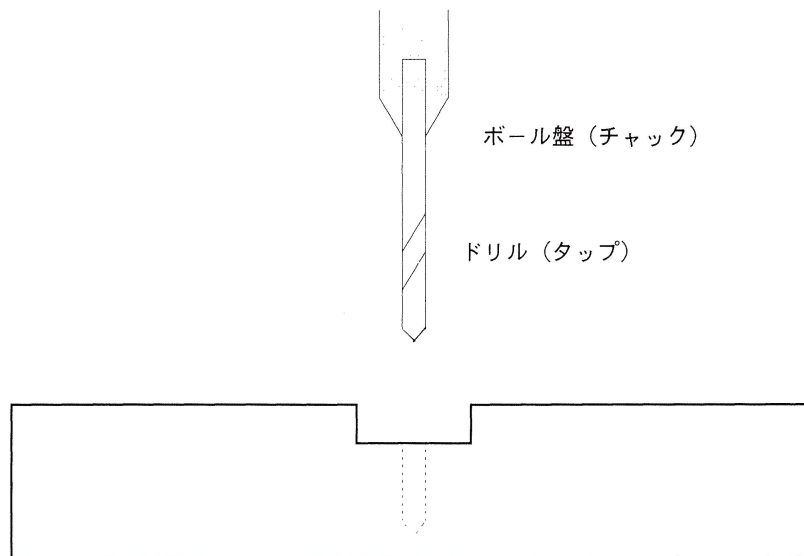

図 9. 文鎮台の本体
(2) 加工物を把手部側（ロ）に固定し切削加工する.
ボール盤作業：(1) 穴あけ（ネジ）位置にポンチで位置ぎめをする（穴の位置ずれ防止）.（図 9 参照）
(2) 小型万力に正しく固定し、めネジを考慮（下穴）したドリルを用いて、定めた深さまであける（ボール盤のストッパー装置を利用する）.
(3) 図面の指定ネジは 8mm（M8×1）なので、下穴は 7mm のドリルを用いてあけ